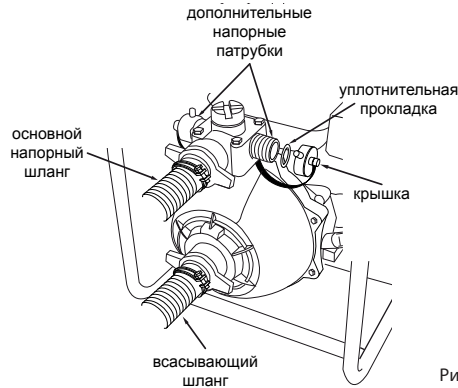

Рис. 7
8.5.5. Насосная часть насоса WPH15 оснащена тремя напорными патрубками. Допускается одновременное использование от одного до трех напорных патрубков. Неиспользуемые в процессе эксплуатации насоса напорные патрубки следует надежно закрыть крышками. Предварительно установить уплотнительные резиновые прокладки между крышками и патрубками (см. рис. 7).